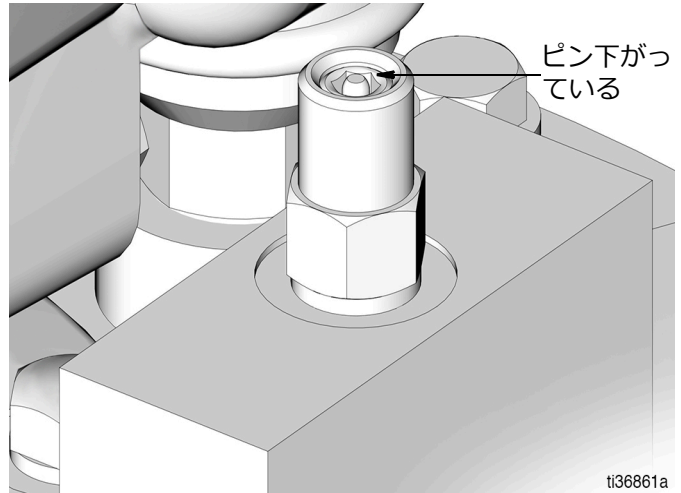

図 19
2. 自動充填遮断ピン (S) が下がっており、リセットされている状態を示していることを確認します (図 19)。